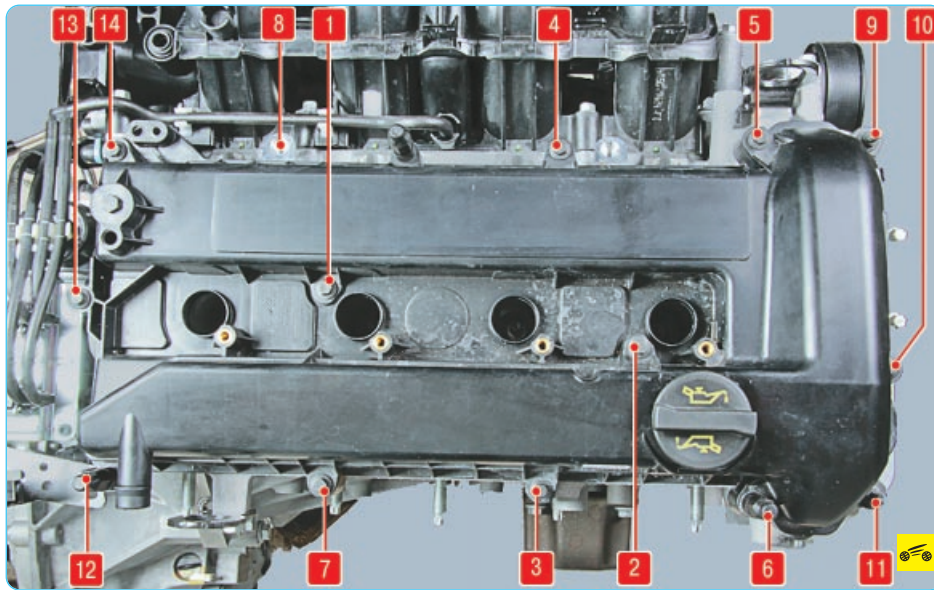

Рис. 5.12. Порядок затяжки болтов крепления крышки головки блока цилиндров на двигателе Duratec-NE объемом 2,0 л
7. Выверните семь болтов и пять болтов-шпилек крепления крышки головки блока цилиндров (рис. 5.12)...
10. Установите крышку головки блока цилиндров с новой прокладкой и все снятые детали в порядке, обратном снятию. Болты крепления крышки затягивайте в порядке, показанном на рис. 5.12, в два этапа: